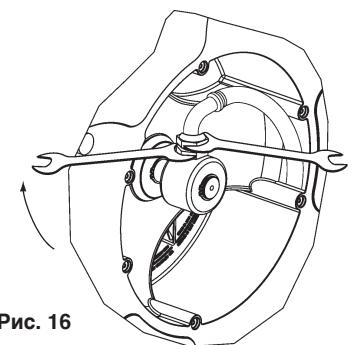

Рис. 16
- Отвинтить гайки при помощи двух гаечных ключей (рис. 16).